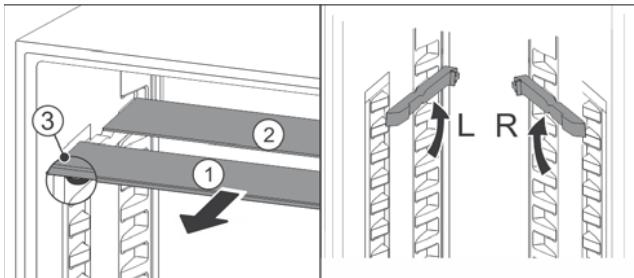

Fig. 91
- По одной извлеките Fig. 91 (1) стеклянные панели движением вперед.
- Стеклянная панель Fig. 91 (1) с декоративной планкой лежит спереди.
- Стопоры Fig. 91 (3) показывают вниз.